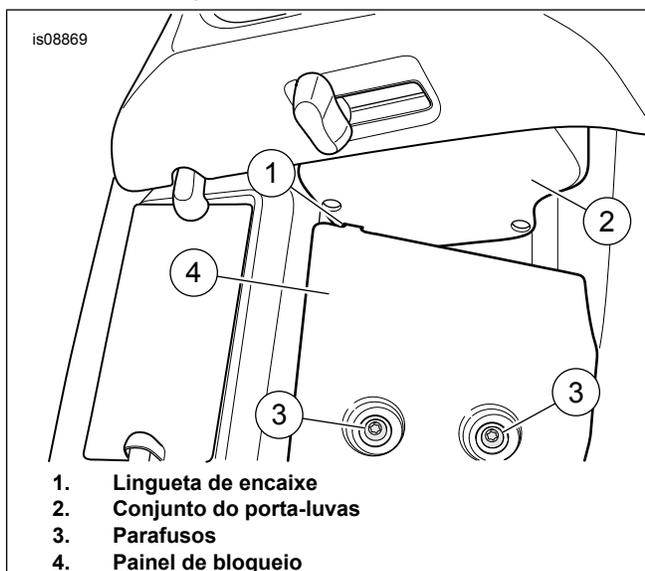

Figura 2. Lingueta de encaixe e painel de bloqueio
2. Consulte Figura 2. Da parte dianteira, remova os parafusos (3), bloqueie o painel (4) e o porta-luvas (2). Desligue a articulação da porta de respiro.